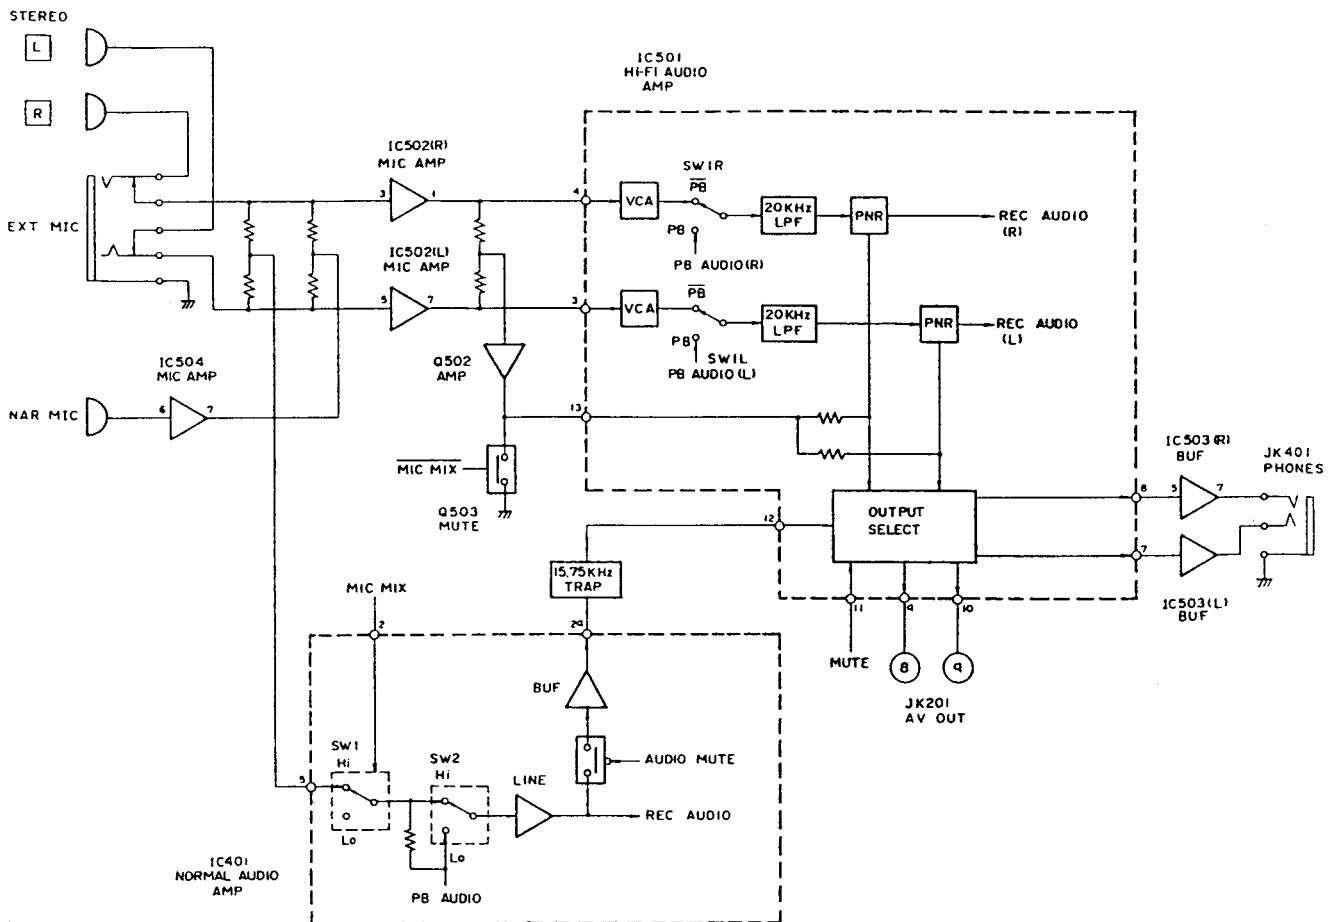

Abb. 6-2 Audio-Signalein-/ausgangs-Schaltkreis
2. Audiosignaleingangs/-ausgangsschaltkreis (Abb. 6-2)
3. Kopfwechsel-Schaltkreis (Abb. 6-2, 6-3)
3-1 HiFi-Audio-Schaltkreis (Abb. 6-2)